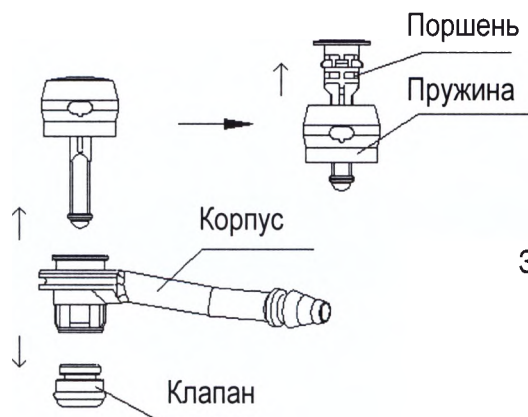

Рисунок 4. Демонтаж клапана
4.1) Демонтаж клапана отсоса (Рисунок 4)